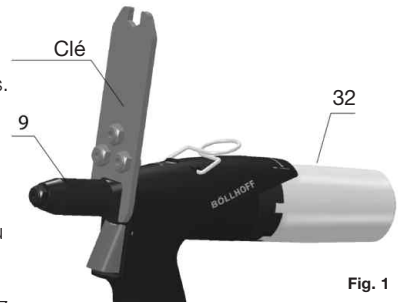
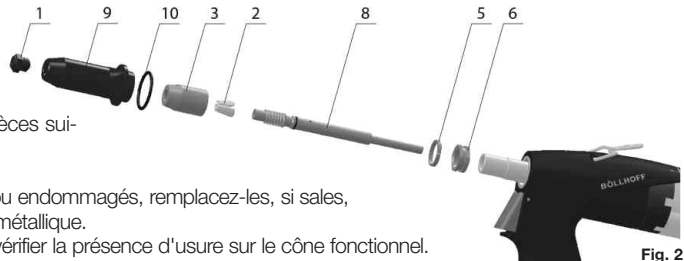
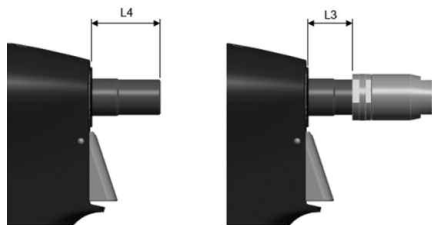
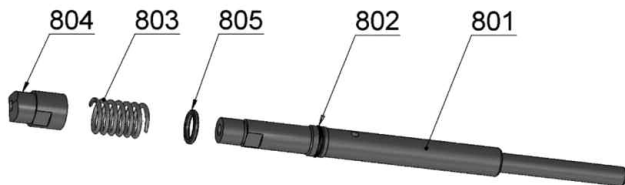

Fig. 1
Fig. 2
Fig. 3
Fig. 4
Démontage (fig.1 et fig. 2) :
- Dévissez le nez (fig. 1, pos. 9) à l'aide de la clé fournie
- Retirez l'anneau (fig. 2, pos. 5) du renforcement du contre-écrou (fig. 2, pos. 6)
- Placez la clé n° 17 sur le casier de mors (fig. 2, pos. 3)
- Placez la clé n° 17 sur le contre-écrou (fig. 2, pos. 6) et desserrez
- Attention** à ne pas endommager l'écrou (pos. 6) lors du desserrage
- Dévissez le casier de mors, remplacez les mors (fig. 2, pos. 2) et l'ensemble du conduit d'aspiration avec ressort et guide tige (fig. 2, pos. 8).
- 1) Mors (fig. 2, pos. 2) - si usés ou endommagés, remplacez-les, si sales, nettoyez-les avec une brosse métallique.
- 2) Embouchure (fig. 2, pos. 1) - vérifiez la présence d'usure sur le cône fonctionnel.
- 3) Conduit d'aspiration (fig. 2, pos. 8) - contrôlez l'ensemble des pièces, guide tige, ressort et joint torique – si une pièce est endommagée ou usée, démontez-la (fig.4) et remplacez-la par une pièce neuve.
- 4) Nez (fig. 2, pos. 9) - vérifiez la présence de dommages sur la surface interne ($\varnothing$ 20).
- 5) Anneau (fig. 2, pos. 5) - si endommagé ou usé, remplacez-le par un neuf.
- 6) Bol récupérateur de tige (fig. 1, pos. 32) - si le bol récupérateur de tige est usé ou endommagé, remplacez-le par un neuf, sans quoi la tige arrachée risque d'être éjectée.
Montez les pièces dans l'ordre inverse. Appliquez une goutte d'huile lubrifiante sur la surface extérieure des mors (fig. 2, pos. 2), appliquez une fine couche de lubrifiant plastique (nous recommandons MOGUL LV2-3) sur l'ensemble "conduit d'aspiration" (fig. 2, pos. 8). Le réglage de base s'effectue comme indiqué sur la fig. 3.
Ensemble conduit d'aspiration (fig. 2, pos. 8)